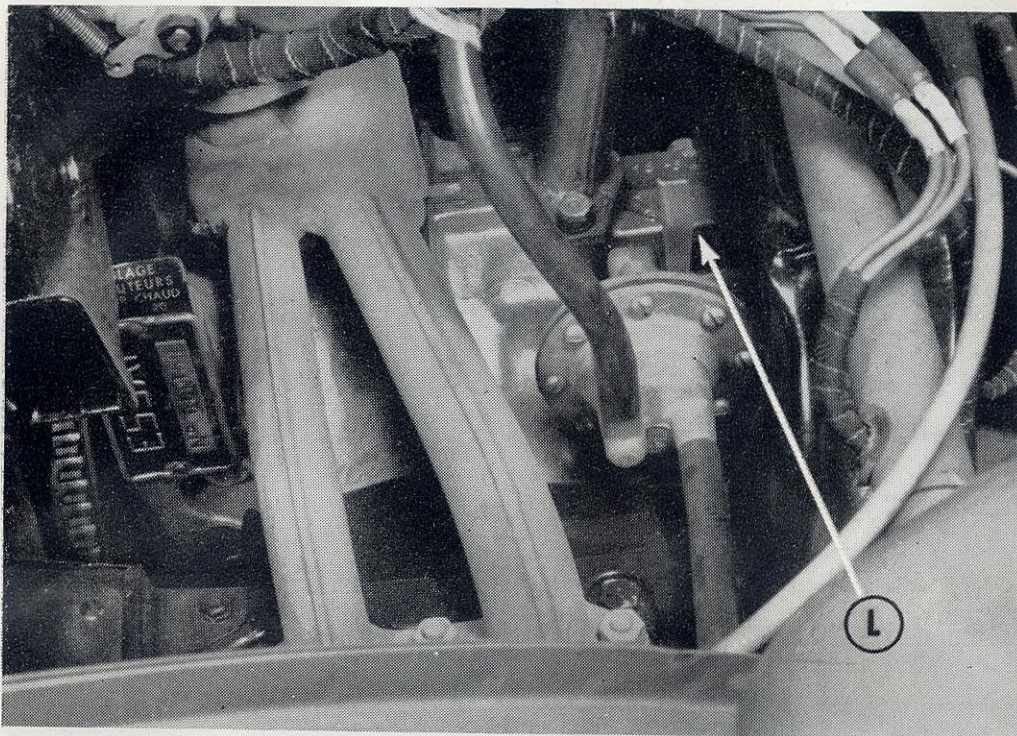

Fig. 10
Après un arrêt de quelques jours, ou si vous avez épuisé un de vos réservoirs puis refait le plein, n'oubliez pas d'amorcer la pompe. Pour cela manœuvrer le levier (L), fig. 10.